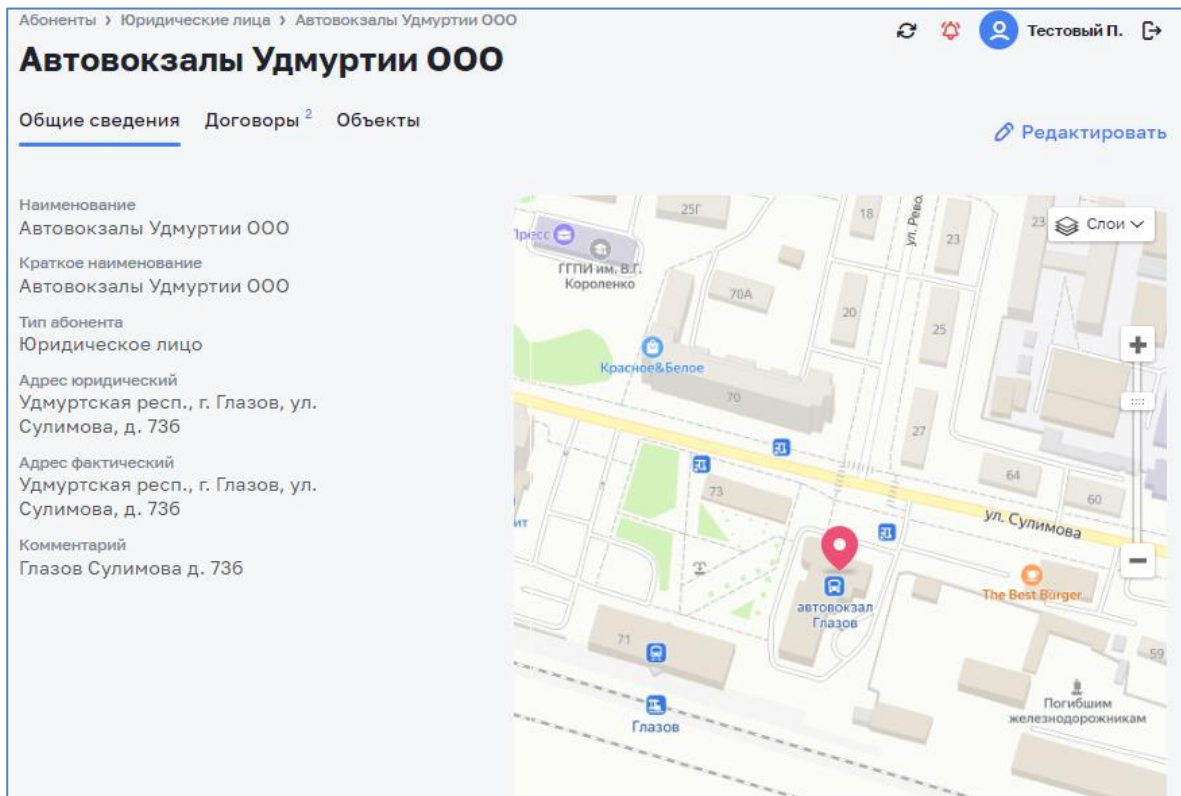

Рисунок 55 – Вкладка «Общие сведения» абонентской записи
- Общие сведения (см. Рисунок 55);